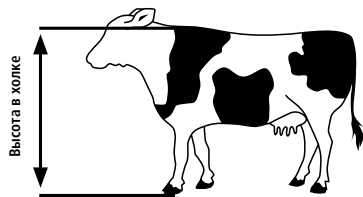

Рисунок 3
**Монтажная высота:** См. Рис. 3 + 4